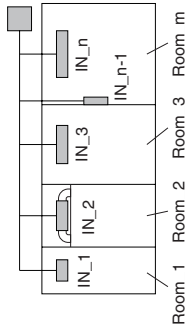

Fig. 1
- Calculez la quantité maximale de charge de réfrigérant $[m_{max}]$. Lors du raccordement des tubes de réfrigérant et de l'installation de l'unité intérieure dans chaque pièce cloisonnée, il est nécessaire de calculer la quantité de charge de réfrigérant admissible dans chaque pièce. Pour toutes les unités intérieures illustrées dans la Fig. 1, calculez la quantité de charge de réfrigérant admissible qui peut être utilisée dans chaque pièce $[m_{IN,1}, m_{IN,2}, \dots, m_{IN,n}]$. Calculez la charge maximale de réfrigérant pour chaque unité intérieure à partir de la Fig. 2 en vous référant aux éléments suivants.